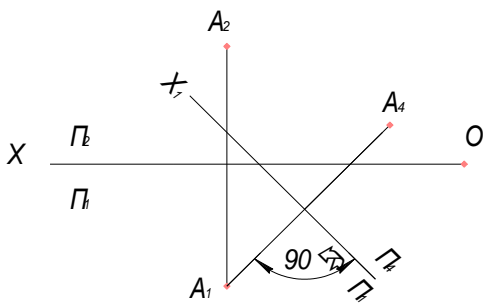

Рисунок 14
1. Способ замены плоскостей проекций (Рисунок 14, 15). В этом способе положение фигуры относительно плоскостей проекций не меняется, меняется только положение одной из плоскостей, причем заменяемая плоскость остается перпендикулярной к незаменяемой плоскости.